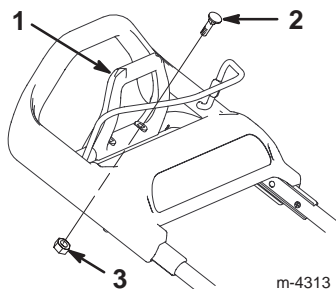

Figure 4
11. Placez la poignée d'aide au déplacement sur les trous de la barre de la partie supérieure du mancheron (Fig. 4).
12. A l'aide des boulons de carrossier et des contre-écrous fournis dans le kit, fixez la poignée à la barre (Fig. 4). Serrez les contre-écrous jusqu'à ce que la poignée d'aide au déplacement ne plie plus, mais **ne les serrez pas excessivement**.